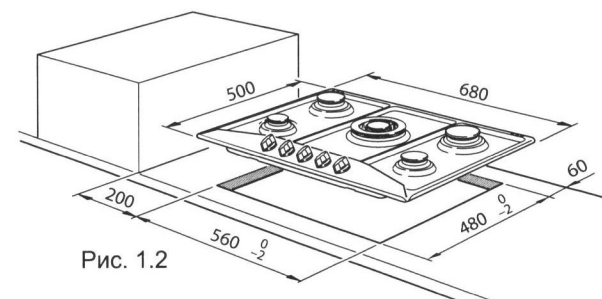

Рис. 1.2
Для встройки варочной поверхности в кухонную мебель необходимо сделать отверстие, размеры которого показаны на рис. 1.2, учитывая следующие указания:
- Расстояние от варочной поверхности до боковой стенки должно быть не менее 200 мм (рис. 1.2);